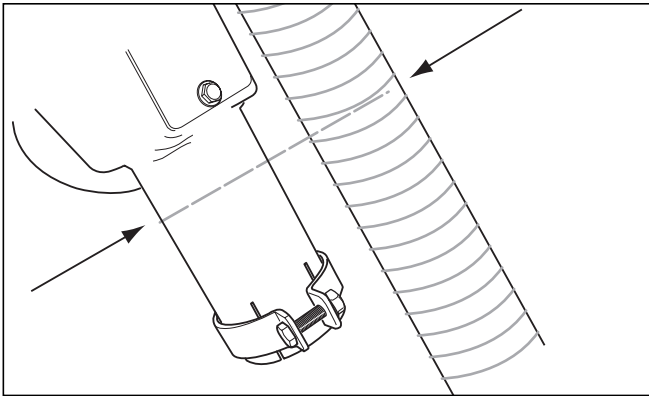

Abb. 6.19 Schlauch markieren
- Ordnen Sie den Verlauf des Schlauches gleichmäßig, mit einem minimalen Biegeradius von mindestens 1250 mm an (siehe Abb. 6.19).